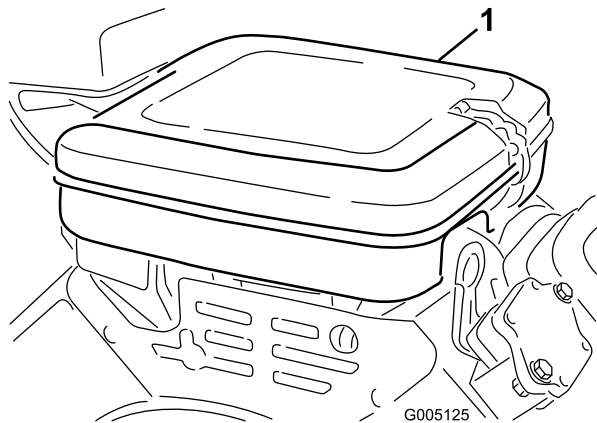

Figura 32
1. Rilasciate i fermagli di bloccaggio e rimuovete il coperchio del filtro dell'aria (Figura 32), quindi pulitelo accuratamente.